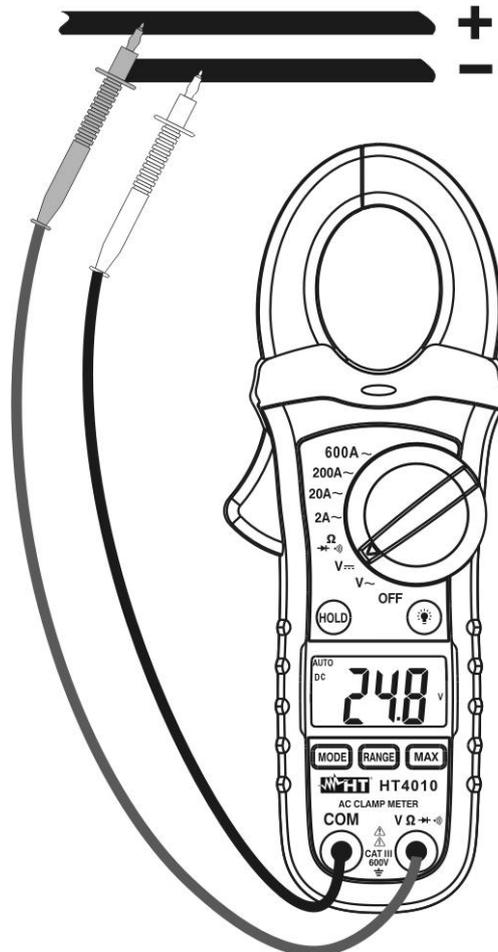

Fig. 2: Uso da pinça para medição de Tensões CC
3. Inserir o cabo vermelho no terminal de entrada **VΩ→(•)** e o cabo preto no terminal de entrada **COM** (ver Fig. 2)
6. A visualização do símbolo “-” no display do instrumento indica que a tensão tem sentido oposto em relação à ligação da Fig. 2